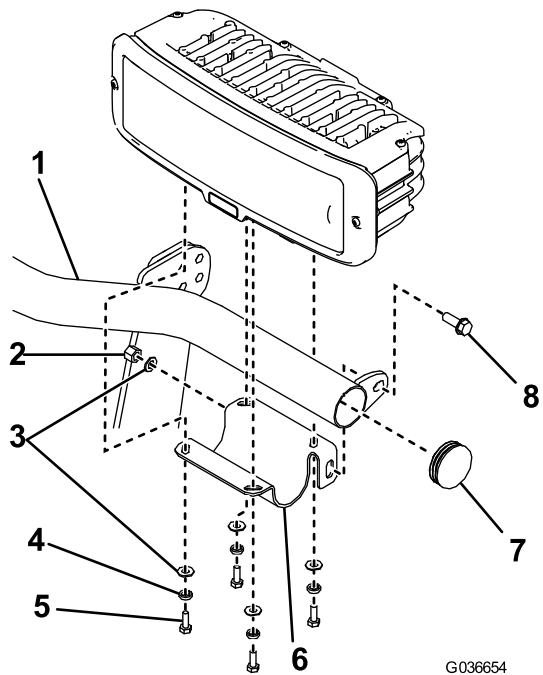

Figure 10
2. Veillez à ce que les caches soient installés aux extrémités de la barre d'éclairage (Figure 10).
3. Fixez le support de phare gauche à la barre d'éclairage avec un boulon à embase (3/8 x 1 po), une rondelle plate et un contre-écrou en nylon (Figure 10). Serrez les boulons à 31 N m.
4. Fixez le phare gauche au support de phare à l'aide de 4 boulons (1/4 po), rondelles-freins fendues et rondelles plates (Figure 10).